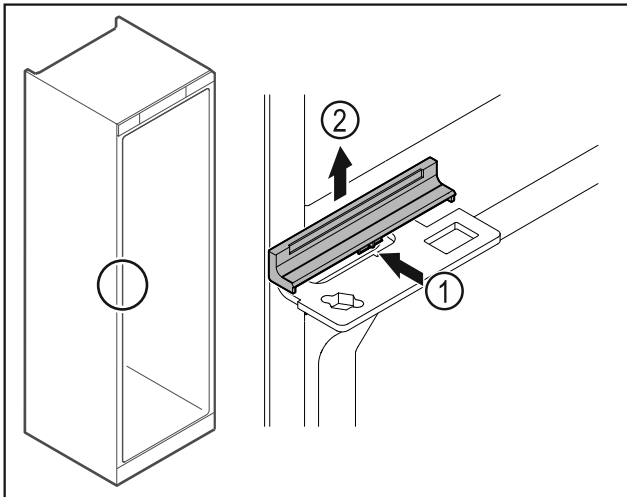

Fig. 42
- ▶ Afdekking Fig. 42 (1) in het midden iets indrukken en naar boven toe verwijderen Fig. 42 (2).